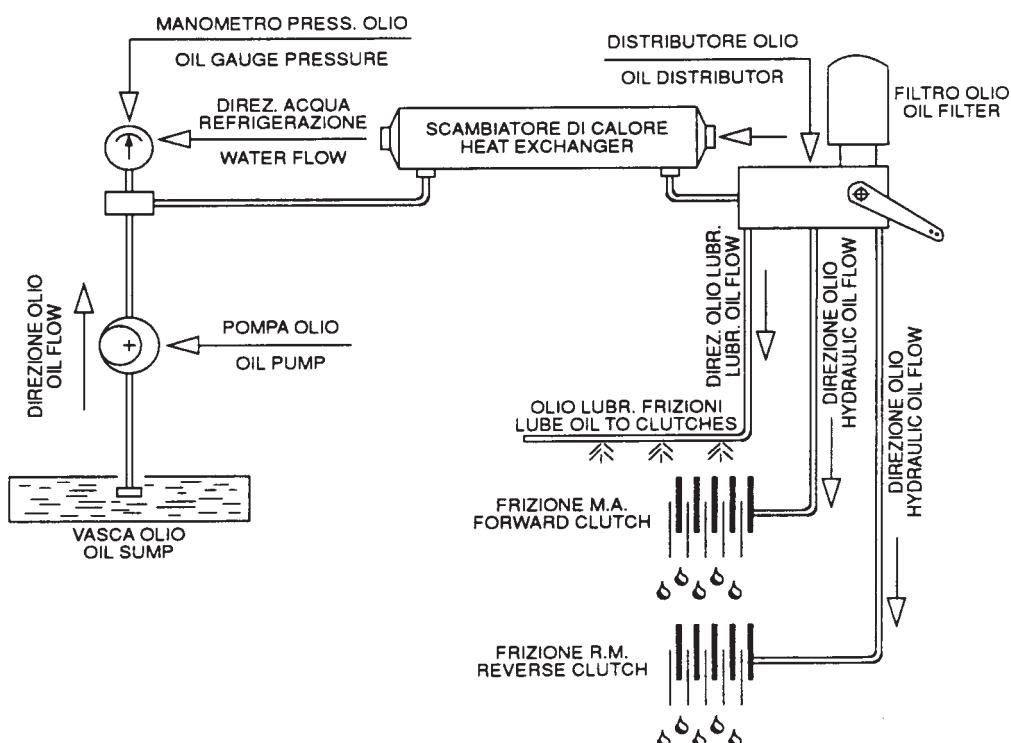

Fig. 4
- **Impianto idraulico:** l'olio è aspirato dalla pompa, viene raffreddato attraverso lo scambiatore di calore e mandato al distributore. Nel distributore è presente una valvola regolatrice di pressione che riduce la pressione della pompa dell'olio per la lubrificazione dei cuscinetti e delle frizioni; l'olio in bassa pressione, prima di arrivare, alle utenze viene raffreddato mediante lo scambiatore di calore. L'olio, alla pressione della pompa, è utilizzato per il comando delle frizioni. La deviazione dell'olio è ottenuta con il distributore. La valvola regolatrice di pressione assicura lo scarico dell'olio nella carcassa in caso di sovrappressione del circuito (Fig. 4).
- **Hydraulic circuit:** oil from pump section is first cooled by the oil cooler then directed to the distributor where a regulation valve is placed. It reduces pressure from the delivery pressure of pump to the bearings and clutches lubrication valve. Low pressure oil is cooled by the oil-cooler before going to use. High pressure oil is used to engage the clutches. Oil for deviation is obtained acting on the selector valve. The regulation valve assures the oil discharge to sump in case of circuit overpressure (Fig. 4).